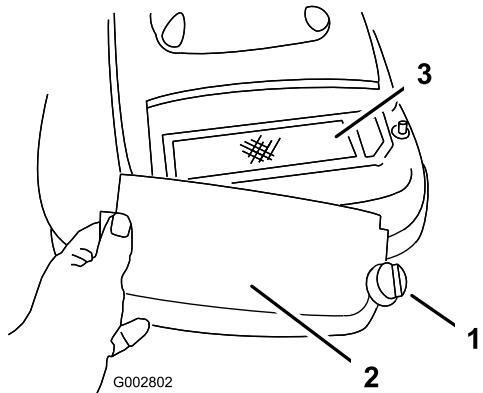

Figura 26
3. Desenrosque el tornillo que sujeta la tapa del limpiador de aire (Figura 26).
- Retire la tapa y límpiela a fondo (Figura 26).